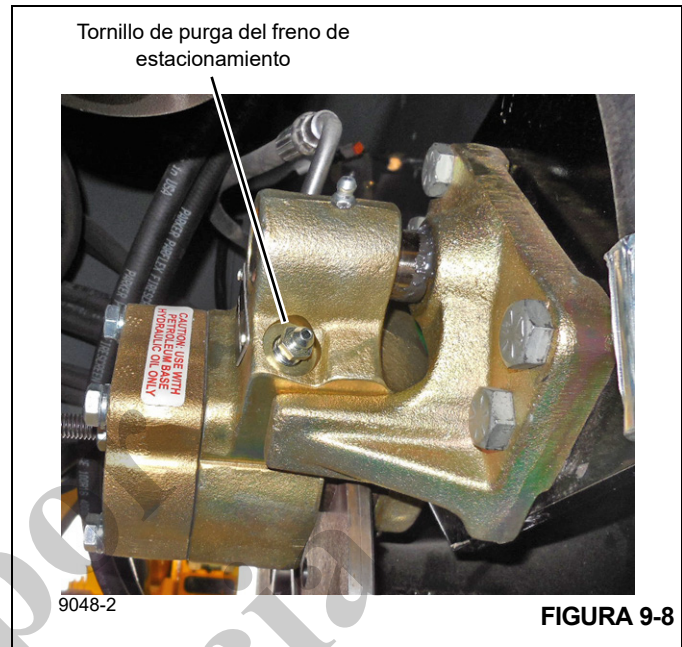

FIGURA 9-8
2. Conecte un tubo al tornillo de purga del freno de estacionamiento (Figura 9-8) y coloque el otro extremo en un recipiente apropiado.